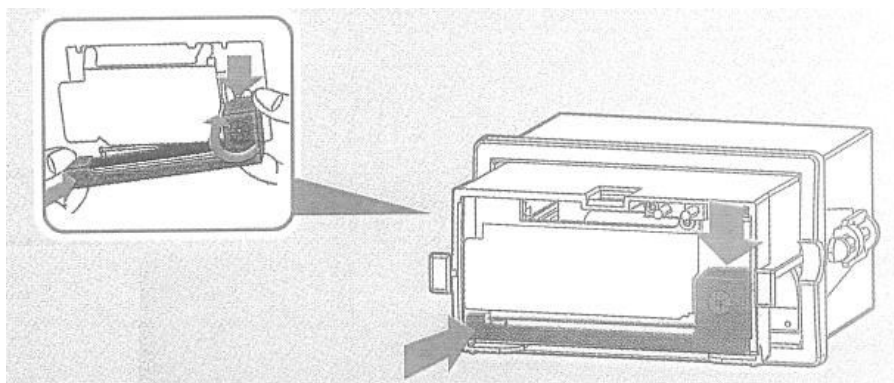

Figura 84
- C. Retire la cinta según se muestra en la Figura 84